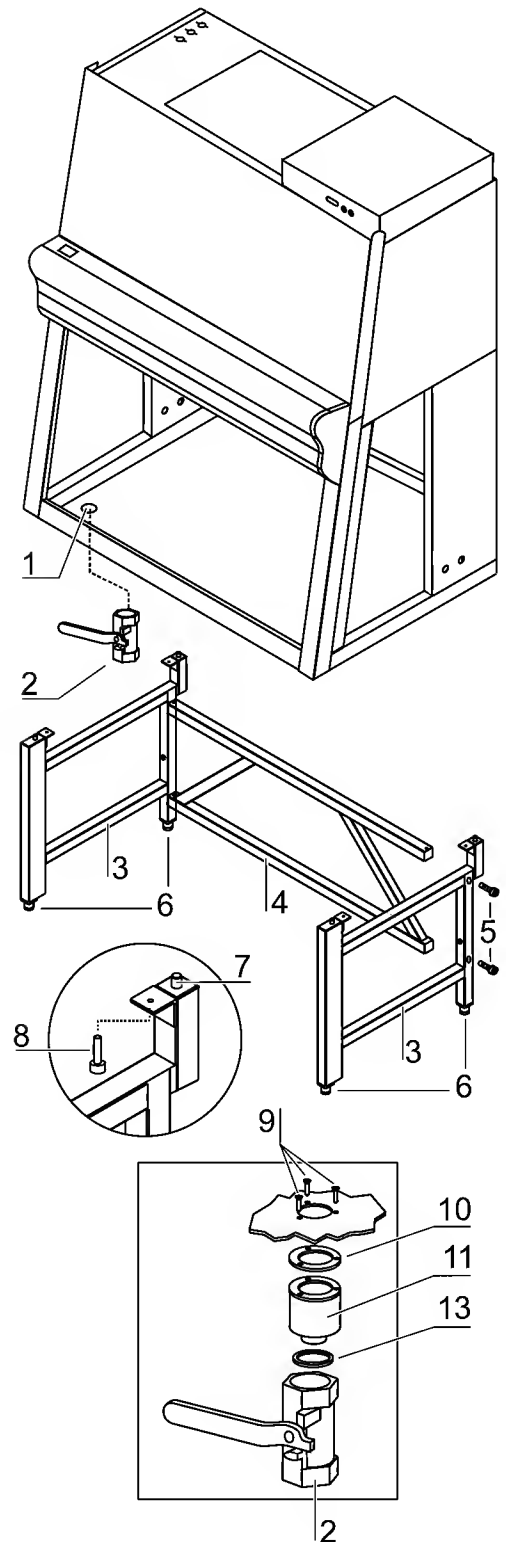

Abb. 11
1. **Abb. 11:** Die beiden Seitenteile [3] mit den Schrauben [5] an die Querverstrebung [4] schrauben.
1. **Abb. 11:** Die Dichtung [10] auf den Sockel [11] des Ablaufhahnes [2] legen. Den Sockel [11] und von unten an die Bodenwanne setzen und mit den drei Schrauben [9] durch die Bohrungen an der Bodenwanne verschrauben.